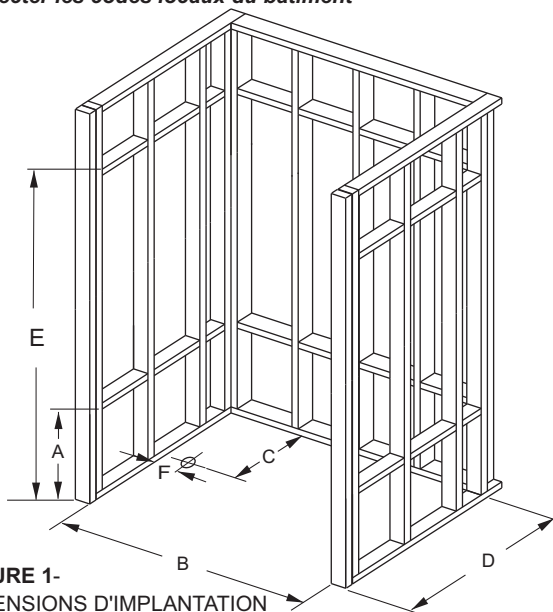

FIGURE 1- DIMENSIONS D'IMPLANTATION
Le bac de douche est conçu pour s'installer dans l'alcôve avec structure, comme illustré par les figures 1 et 2.
Structure: Les dimensions de l'alcôve munie de ses montants doivent être celles spécifiées sur la figure 1.
- Construire une structure solide selon les dimensions de la figure 1.
- Vérifier que les montants verticaux et horizontaux sur le mur latéral sont installés selon les dimensions indiquées dans les figures 1 et 2.
- L'emplacement de l'évacuation sur le bac de douche est illustré par la figure 1.